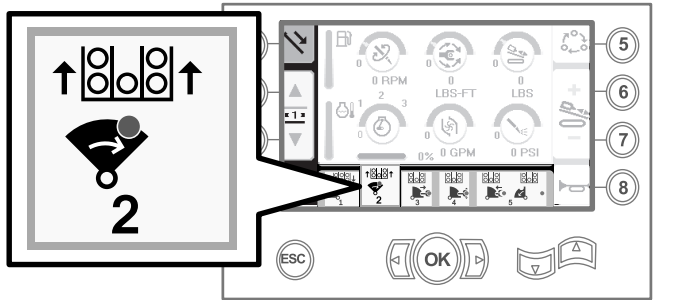

Figura 28
- Suelte el interruptor basculante para continuar con el paso siguiente de la secuencia (Figura 28).